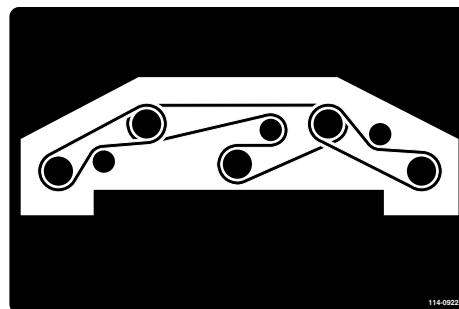

Рисунок 126
8. Обведите новый ремень вокруг шкивов шпинделей и узла натяжного ролика (Рисунок 126).